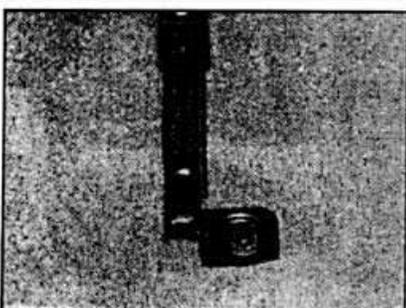

Рис. 11.59. Расположение заднего наружного болта крепления переднего сидения.
- Сдвиньте переднее сидение до упора вперед. Отвинтите задние болты крепления переднего сидения (см. рис. 11.59, 11.60).